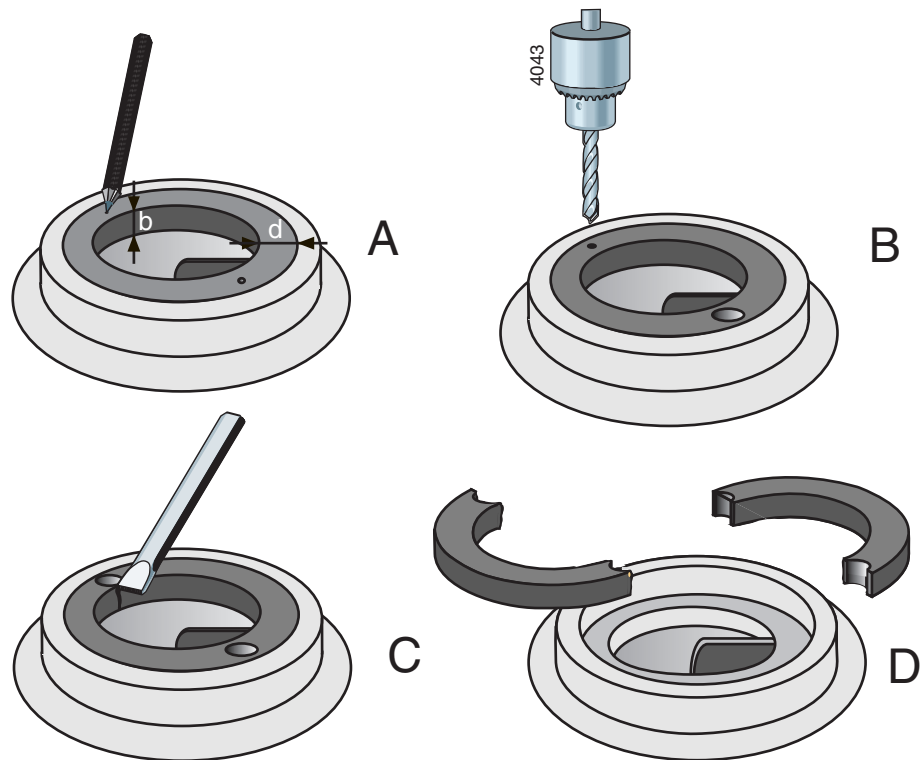

Bild 19: Borttagning av slitring.
- 1 Mät ringens tjocklek (d) och bredd (b), se bild 19 A.
- 2 Slå ett kärnslag i mitten av ringens kant på 2 motsatta ställen, se bild 19 B.
- 3 Använd en borr med en diameter som är något mindre än ringens tjocklek (d) och borra två hål i ringen, se bild 19 C. Borra inte djupare än ringens bredd (b). Se till att pumphusets monteringsyta inte skadas.
- 4 Hacka igenom resten av ringtjockleken med ett stämjärn. Ringen kan då tas ut ur pumphuset i 2 delar, se bild 19 D.